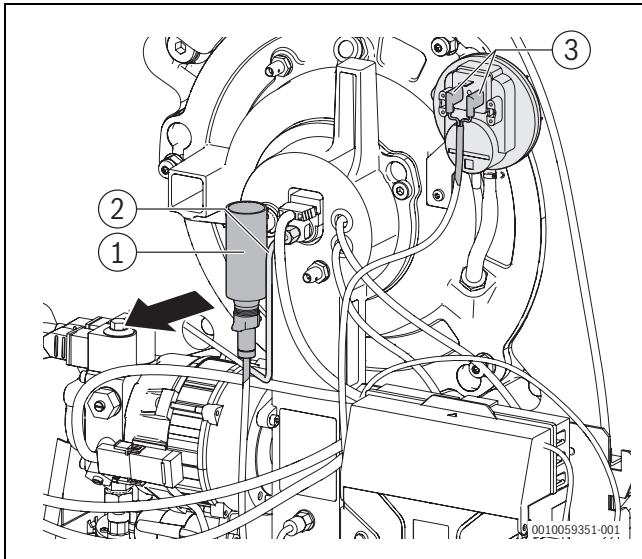

Bild 74 Ölleitung herausziehen
- Ölleitung (→ Bild 74) um ca. 5 mm herausziehen und zurück federn lassen.
- ▶ Anschlussfahnen des Anschlusskabel des ADS-Druckschalter aufstecken (→ Bild 74).
- ▶ Anschlussfahnen des Anschlusskabels am ADS-Druckschalter abziehen (→ Bild 74).